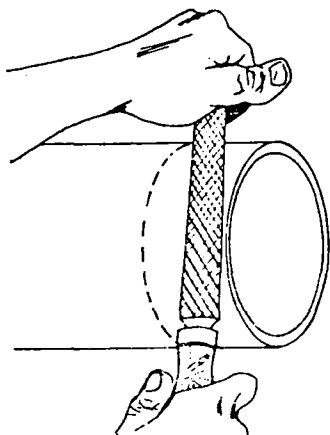

FIG. 4
4.º Passo – Lime o tubo (observe a linha de referência na fig. 4).